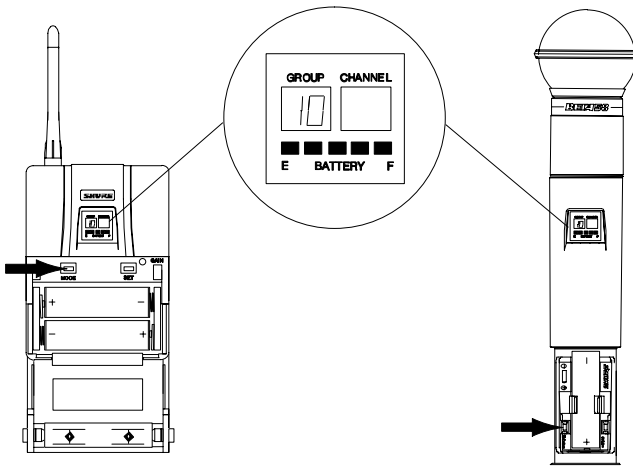

FIGURA 38
- Mantenga oprimido el botón de MODO hasta que la pantalla sólo indique el número de Grupo, como se muestra en la Figura 38.